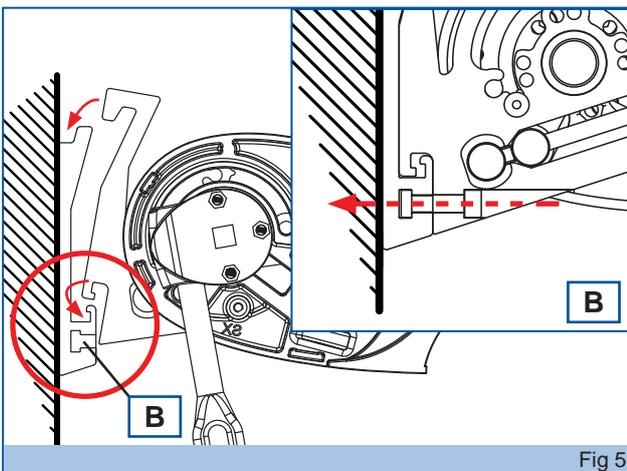

Fig 5
5. Instale el toldo previamente ensamblado a las escuadras emparejando el soporte con la escuadra hasta que se enganchen (dicho sistema permite asegurar el toldo temporalmente para apretar los tornillos (B) con seguridad).
6. Sujete el soporte a la escuadra apretando los tornillos (B-Fig. 5).